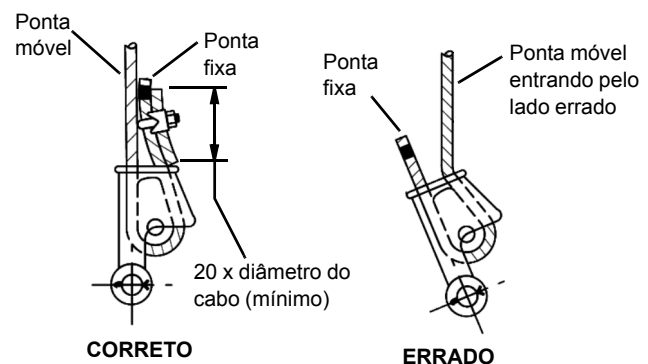

FIGURA 4-7
3. Certifique-se de que a extremidade móvel do cabo (Figura 4-7) fique diretamente alinhada às orelhas do terminal e ao sentido da tração à qual o cabo será submetido. Se o cabo for incorretamente carregado no terminal, sob uma carga, o cabo dobrará conforme sai do terminal e a borda do terminal se desgastará no cabo causando danos ao cabo e falhas eventuais.
4. Insira a extremidade do cabo de aço no terminal, forme um laço no cabo e passe-o de volta através do terminal deixando que a ponta fixa (Figura 4-7) sobressaia do terminal. Verifique se a ponta fixa do cabo tenha comprimento suficiente para que seja possível aplicar o tratamento da extremidade à ponta fixa após a cunha ter sido assentada.